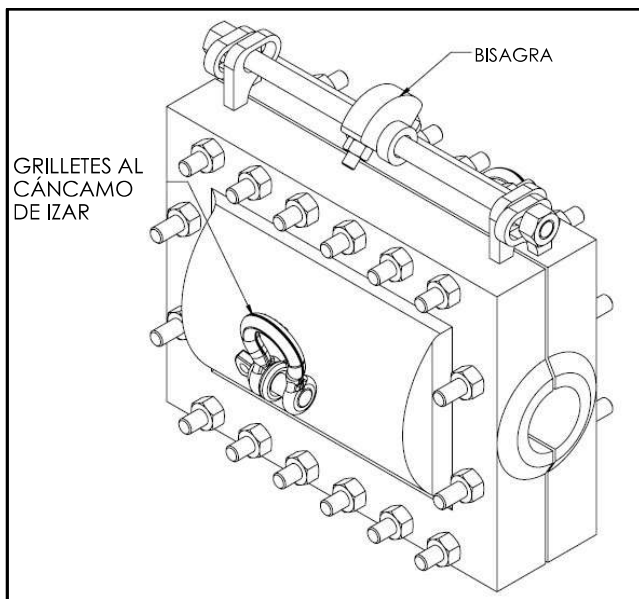
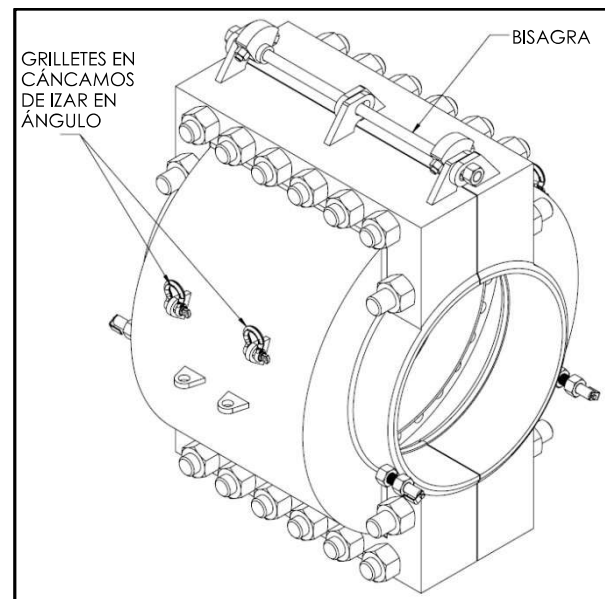

Figura 6
Figura 7
2. Fije los grilletes a los cáncamos de izar. Los accesorios más pequeños generalmente solo tienen cáncamos de izar en el centro de la carcasa, como se muestra en la Figura 6. Los accesorios de mayor diámetro tienen cáncamos de izar adicionales a un ángulo, como se muestra en la Figura 7. Para los accesorios de mayor diámetro, los cáncamos de izar en ángulo se deben usar durante la instalación con bisagras.